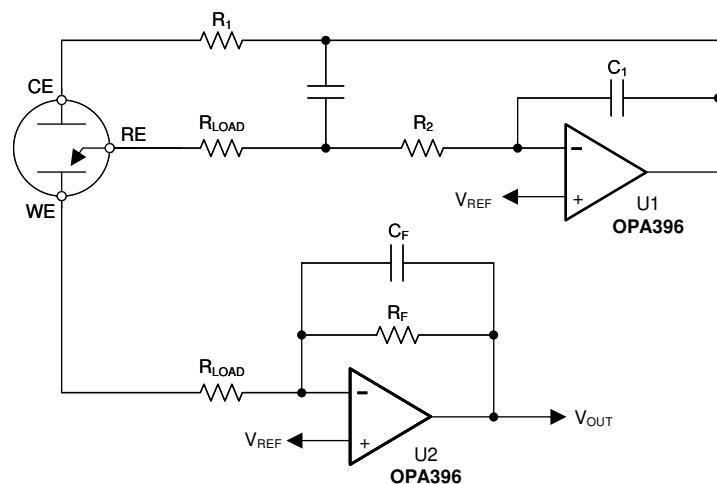

図 8-1. 3 端子 CO ガス・センサ
図 8-1 に、3 端子のバイアスなし CO センサと組み合わせて使用する、シンプルなマイクロパワー・ポテンショスタット回路を示します。この同じ設計は、他のさまざまな 3 端子ガス・センサや電気化学セルにも応用できます。基本的なセンサには、センス電極または動作電極 (WE)、カウンタ電極 (CE)、リファレンス電極 (RE) の 3 つの電極があります。電流は CE と WE の間を流れ、検出された濃度に比例します。RE は内部基準点の電位を監視します。バイアスなしのセンサでは、CE のバイアスを調整して、WE と RE を同じ電位に維持する必要があります。U1 で形成されたポテンショスタット回路を介して、サーボ・フィードバック・アクションにより RE ピンが  $V_{REF}$  で設定された電位に維持されます。センサの静電容量が大きいため、 $R_1$  は安定性を維持します。 $C_1$  と  $R_2$  はポテンショスタット・インテグレータを形成し、フィードバック時間を一定に設定します。U2 はトランジンピーダンス・アンプ (TIA) を形成し、検出されたセンサ電流を比例電圧に変換します。トランジンピーダンス・ゲインとその結果生じる感度は、次の 式 1 に従って  $R_F$  によって設定されます。